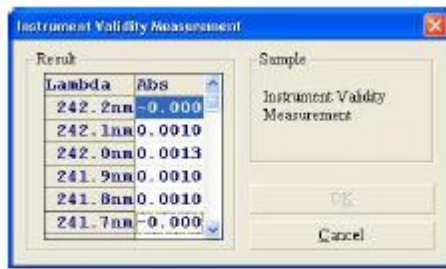
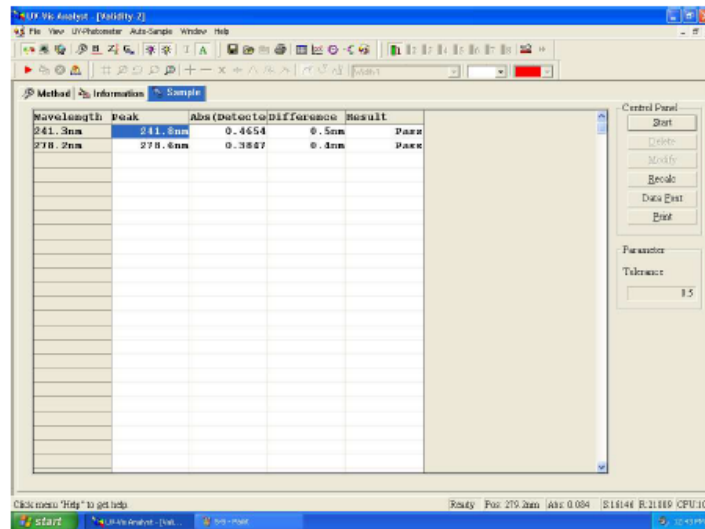

Fig. 5-7
Fig. 5-8
5. Ponga el filtro estandar de longitud de onda en el compartimento de muestra, click  para Comenzar una nueva medida, aparecerá de la siguiente forma (Fig 5-7). Click ok para poner los datos en una tabla (Fig 5-8).